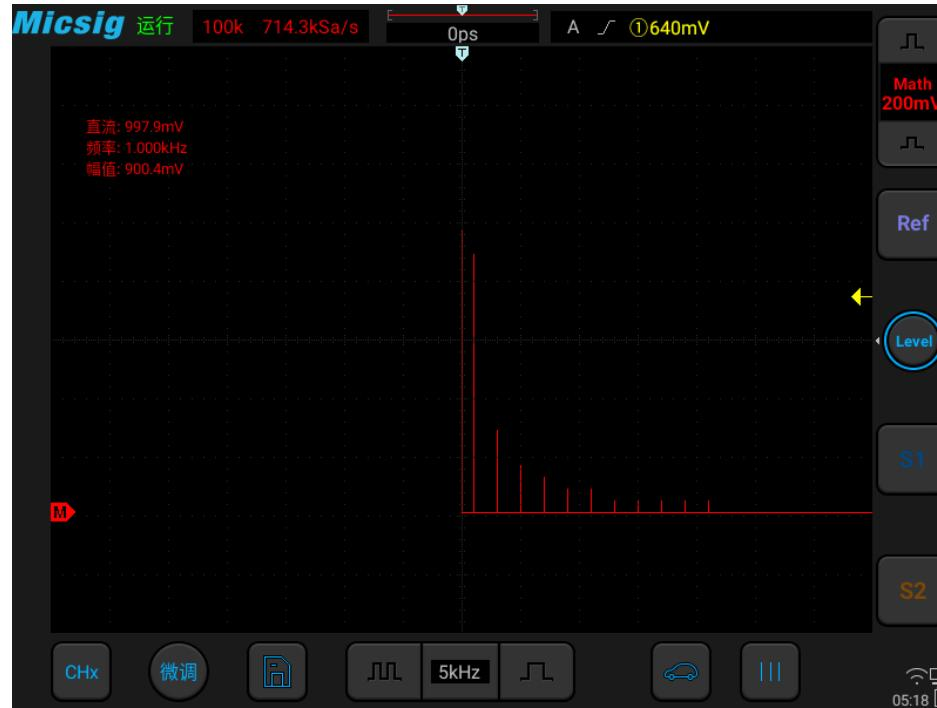

图10-4 频谱幅度为 V-Hz 示图
- **Normal**: 普通 — 可设置余辉时间 — 选择可变余辉后，轻点“调节”右边的方框，弹出余辉时间选择框（如图 10-4），可指定余辉时间。可在 100ms 到 10s 之间设置。